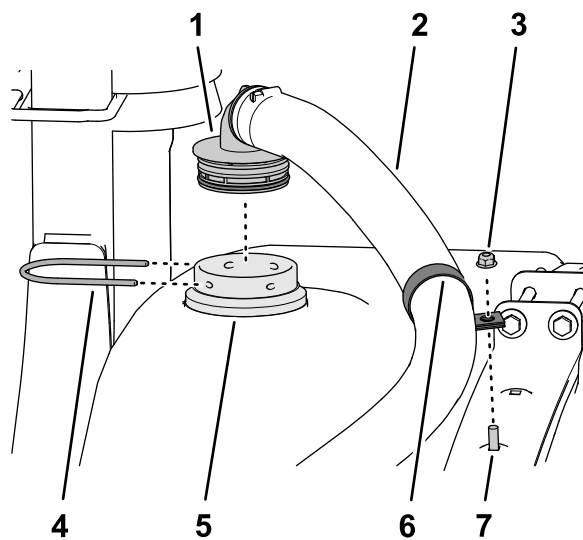

图 29
4. 将 R 形夹安装到清洁加药器软管总成上方 图 29。
5. 将清洁加药器软管总成的 90°宝塔接头组装到隔板接头上并使用卡环将宝塔接头固定到隔板接头 图 29。
6. 将 R 形夹松松地组装到托架螺栓上并使用凸缘锁紧螺母 5/16 英寸固定 R 形夹 图 29。
注意 如果需要的话调节 R 形夹的位置以便对齐清洁加药器软管图 29。